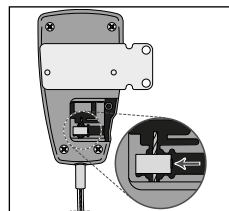

Fig. 9
11. Skub kabelendeblokken tilbage over det indre stålkabel, og placer endeblokken tilbage i den tilsvarende slids i satellitten (**se fig. 9**).